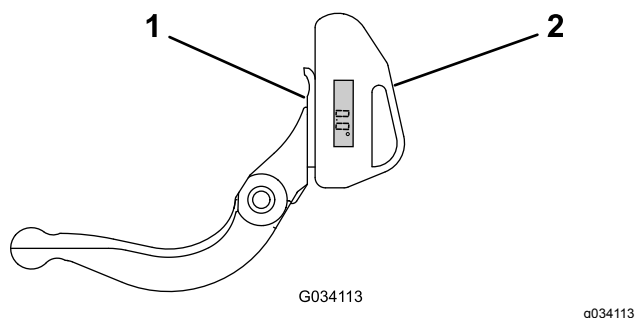

Figura 12
1. Coloque el indicador de ángulo en el lateral inferior de la contracuchilla, tal y como se muestra en la Figura 12.